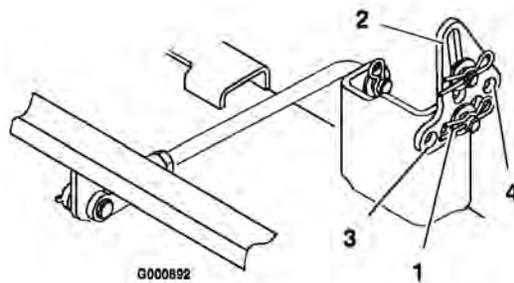

Figura 46
5. Retire el pasador y la arandela del soporte de nivelación (Figura 46). Para nivelar la(s) cuchilla(s), vuelva a colocar el/los soporte(s) de nivelación en un taladro diferente y vuelva a colocar la arandela y el pasador. (Figura 46). Los taladros delanteros bajan la altura de la cuchilla y los taladros posteriores elevan su altura. Ajuste ambos lados según sea necesario.